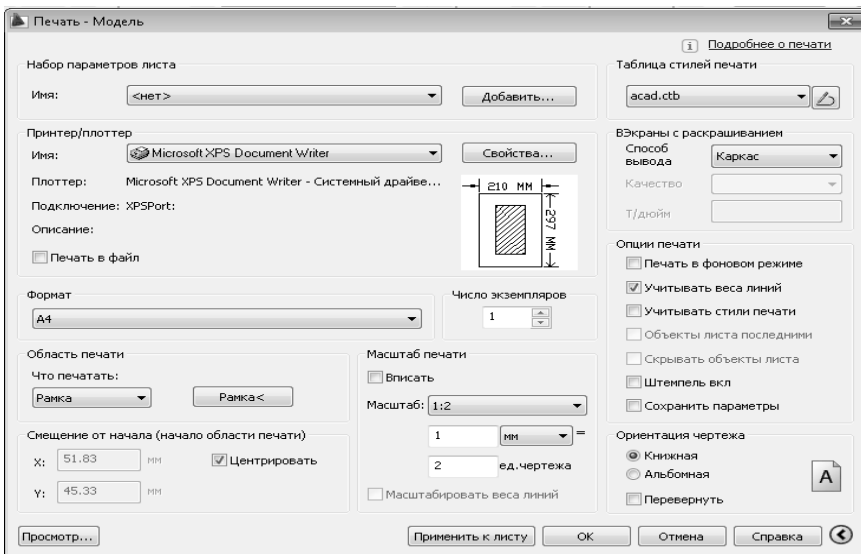

Рис.33 Окно печать, с помощью которого осуществляется печать чертежа
1. Вызвать команду Печать из меню Файл, либо ввести командную строку Plot или Print. На экране появится окно Печать (рис.33).